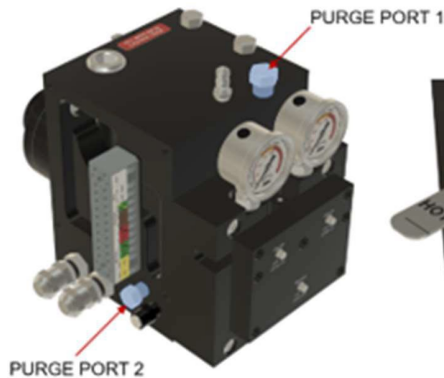
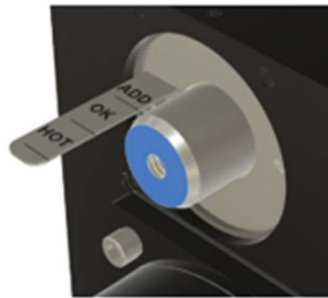

Figura 19: Localizador de portas de limpeza
Figura 20: Indicador completo "OK"
1. É importante primeiro identificar se a câmara tem ar aprisionado. Isso pode ser feito pressionando o(s) indicador(es) de nível de óleo, destacados em azul. Se o indicador não parecer "rígido", há ar na câmara. Consulte a Figura 19 e a Figura 20 para obter detalhes.
2. Dependendo da orientação do atuador, o ponto de purga mais alto do módulo deve ser identificado, pois qualquer ar aprisionado migrará para o ponto mais alto. Purgue a porta 1 e limpe a porta 2 na Figura 19 estão ambos nos cantos do volume da câmara de expansão térmica e provavelmente serão os pontos mais altos.